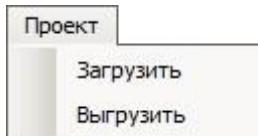

Рисунок 8.4 – Меню «Проект»
8.4 Меню «Проект» включает в себя следующие функции (рисунок 8.4).